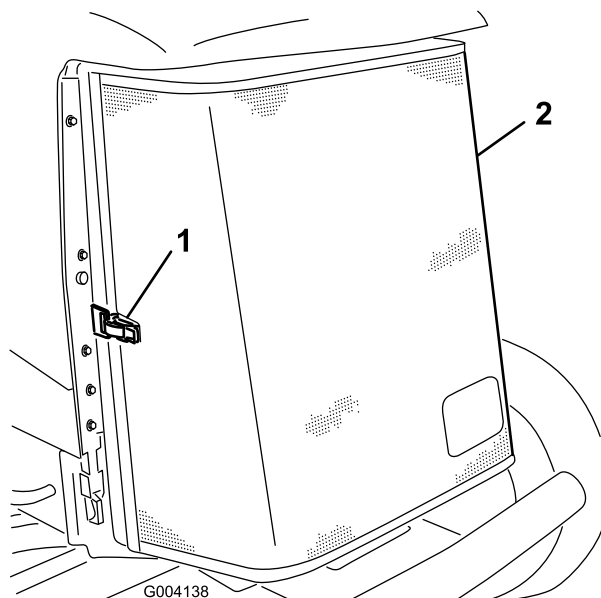

Figura 69
3. Desenganche y abra la rejilla trasera (Figura 69).